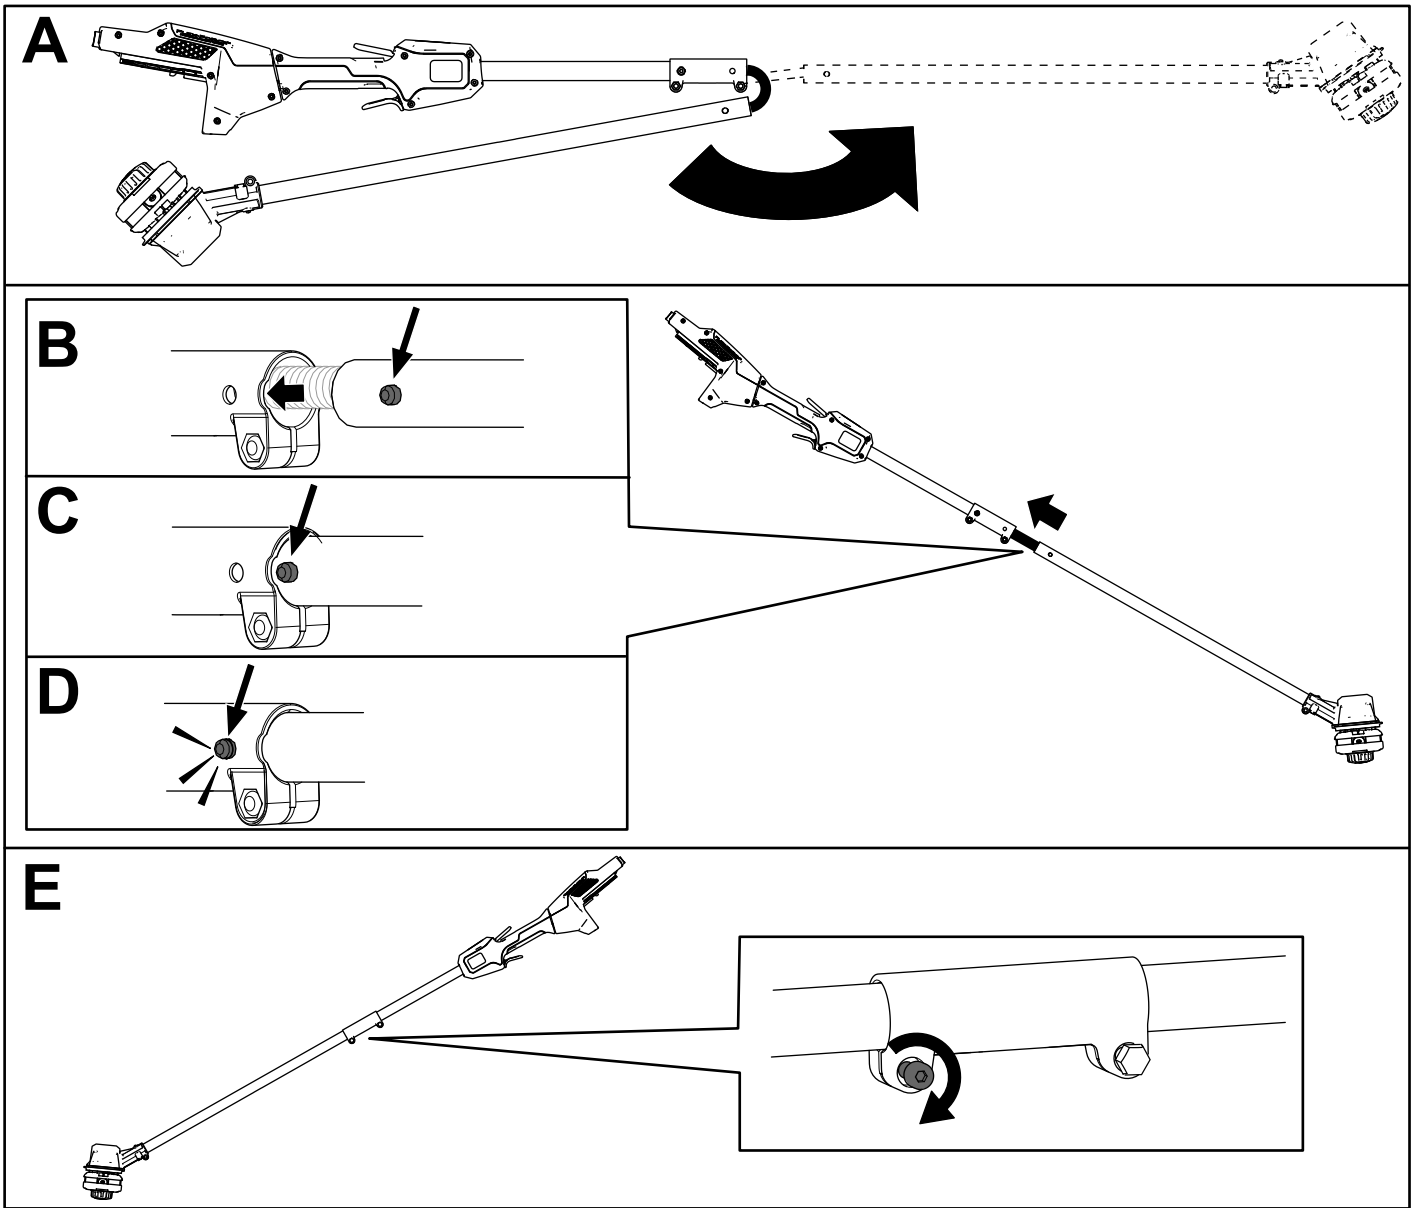

Figura 1
1. Despliegue el eje (Figura 1, A).
2. Alinee el botón de bloqueo del eje inferior con el orificio alargado del eje superior y junte los dos ejes (Figura 1, B y C).
Nota: El botón de bloqueo hace clic en el taladro alargado cuando ambos ejes están sujetos (Figura 1, D).
3. Usando la llave allen suministrada, apriete el tornillo del conector del eje hasta que quede firme (Figura 1, E).